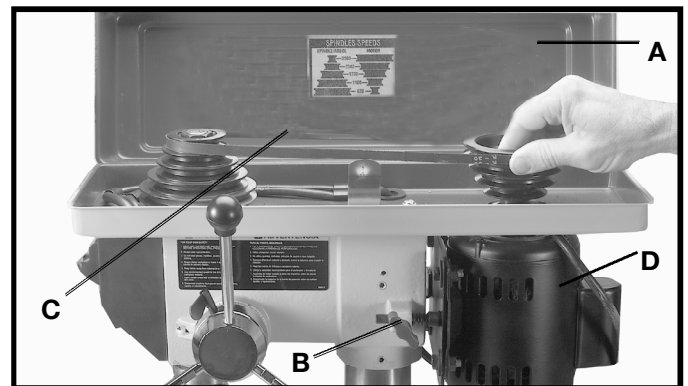

Fig. 26
2. Soulever la courroie et la protection de la poulie (A, fig. 26).
3. Relâcher la tension de la courroie en desserrant le bouton de verrouillage de la tension (B, fig. 26) et pivoter le moteur (D) en direction de l'avant de la perceuse à colonne.
4. Avec le moteur dans cette position, placer la courroie(C) sur les pas souhaités du moteur et des poulies de la broche comme indiqué à la figure 26.
5. Une fois la courroie en position sur les pas du moteur et les poulies de la broche, déplacer le moteur (D, fig. 26) vers l'arrière jusqu'à ce que la courroie soit correctement tendue puis serrer le bouton de verrouillage de la tension (B). La courroie doit être tendue juste assez pour l'empêcher de glisser. Une tension excessive réduira la durée de vie de la courroie, des poulies et du roulement. On atteint une bonne tension lorsque la courroie (C) s'enfonce d'environ 2,5 cm (1 po) avec une légère pression du doigt à mi-chemin entre les poulies.